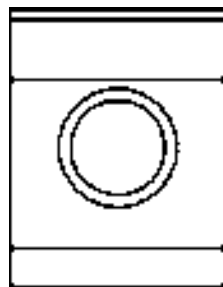

图 17.6.7 绘制圆 2
Step5. 参照上一步创建第二个圆。此圆与圆 1 同心，直径为 440，完成后的图形如图 17.6.7 所示。